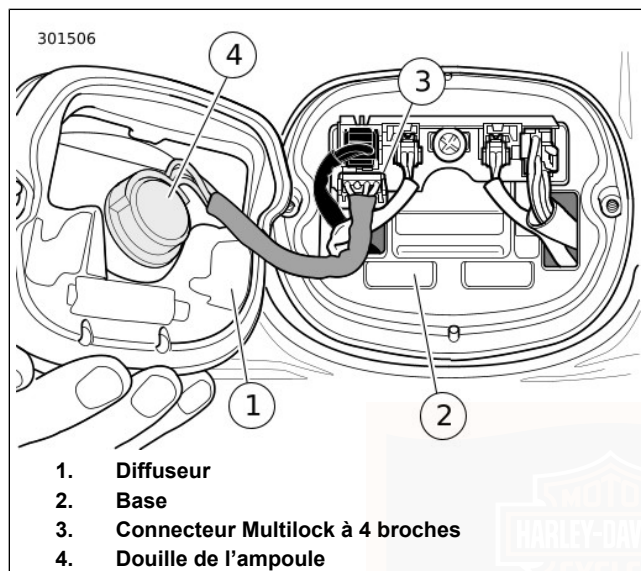

Figure 64. Ensemble du feu arrière
2. Voir Figure 64. Déconnecter le connecteur du feu arrière (3).
3. Tourner la douille d'ampoule (4) de 1/4 de tour dans le sens antihoraire et la retirer de l'ensemble de feu arrière. Tirer l'ampoule de la douille.
2. Insérer la douille (4) dans l'ensemble de feu arrière et la tourner 1/4 de tour dans le sens horaire.
3. Voir Figure 64. Brancher le connecteur de feu arrière (3).